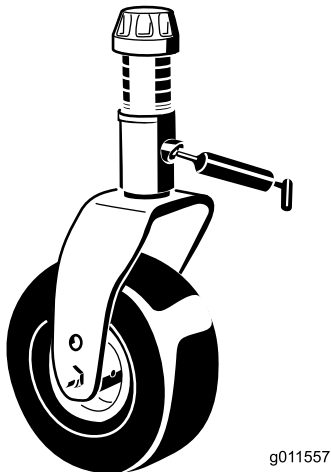

Figure 45
- Bague d'axe de fourche de roue pivotante (1) (Figure 45)
- Bagues de pivot de bras de renvoi (1) (sur le bras de renvoi)